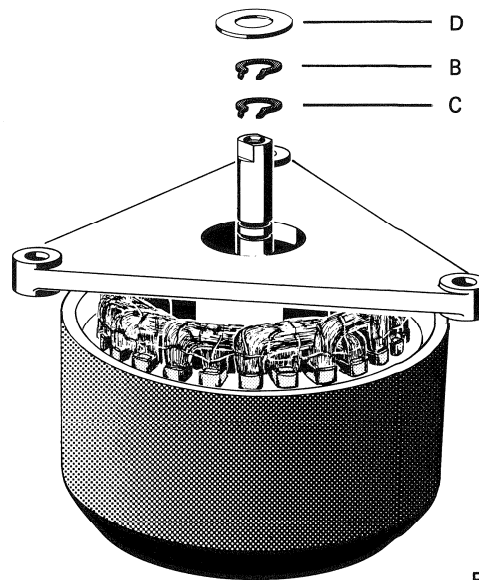

Fig. 3.6.—1
3.6. Wickelmotoren Lager auswechseln (Fig. 3.6.-1)
3.6. Replacing the spooling motor bearings (fig. 3.6.-1)